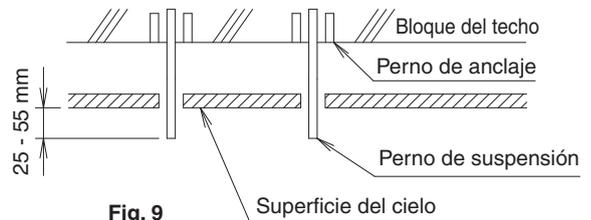

Fig. 9
(4) Instale los pernos de suspensión.
- Previamente ajuste la longitud del perno de suspensión en relación con el techo. **(Refiérase a la Fig. 9)**
- Las partes que se muestran en la Fig. 9 deben adquirirse por separado.